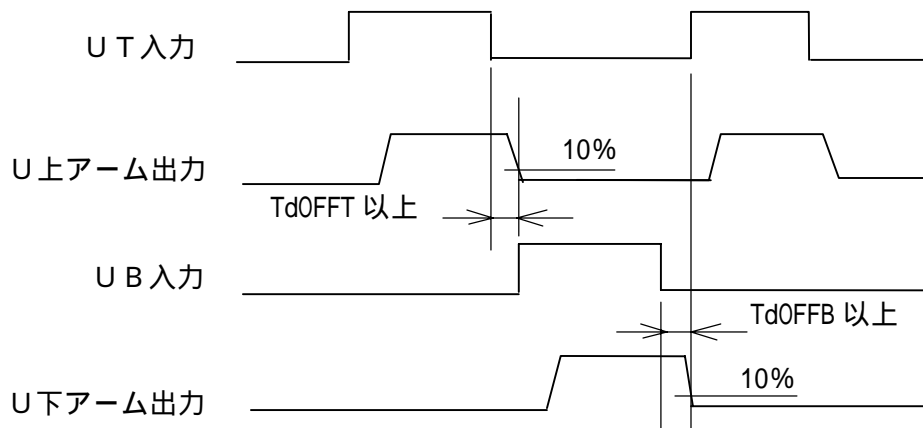

図3 . デッドタイム例
- ・本ICの出力素子は、IGBTのトータムポール構成となっています。同相の上下アームが同時オンした場合ICが破壊します。これを防止するため同時オンを禁止する回路が内蔵されています。（製品仕様書の真理値表を参照下さい。）ただし、この回路は入力論理ベースでのみ作用し、出力遅延時間まで含めたものではありません。従って、同相上アーム（下アーム）オフから同相下アーム（上アーム）オンへ出力制御を移行する場合、同時オンのタイミングがないようデッドタイムを設定する必要があります。図3にデッドタイム設定例を示します。